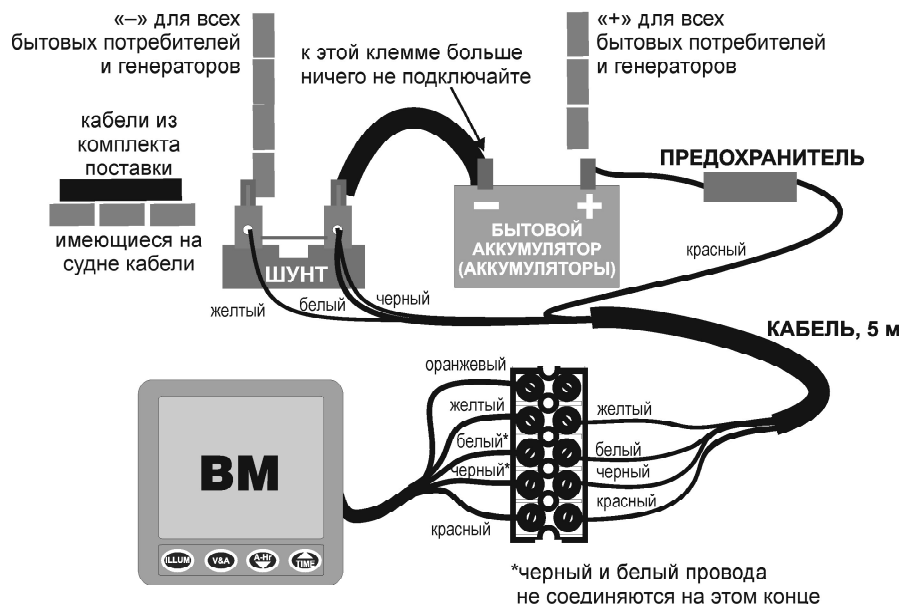

Рис. 1. Схема подключения прибора только к бытовому аккумулятору (аккумуляторам)
- Подсоедините кабель шунта к дисплею через клеммную колодку из комплекта поставки (см. рис. 1). Провода подсоединяйте в точности, как показано на схеме. Обратите внимание, что черный и белый провода со стороны шунта соединены вместе, а со стороны дисплея — разделены.
- Отсоедините кабель от отрицательной клеммы аккумулятора и подключите клемму к шунту, как показано на рис. 1. Шунт должен быть размещен в таком месте, где его электрический контакт с другими частями системы исключен. Он всегда должен оставаться сухим и чистым. Также учтите, что при больших нагрузках шунт может нагреваться, поэтому не допускайте его контакта с компонентами, которые могут быть повреждены под действием высокой температуры. НЕ ЗАТЯГИВАЙТЕ КЛЕММЫ ШУНТА СЛИШКОМ СИЛЬНО.
- Подсоедините черный, белый и желтый провода к шунту, как показано на рис. 1.